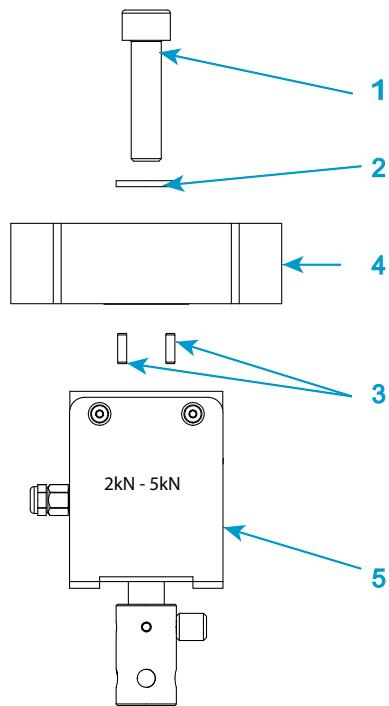

図16. 2519 シリーズのロードセルの取り付け - 容量 1 kN ~ 5 kN
説明 図 16
1. 85 ページの図 16 とそれに関連する説明文を参照してください。